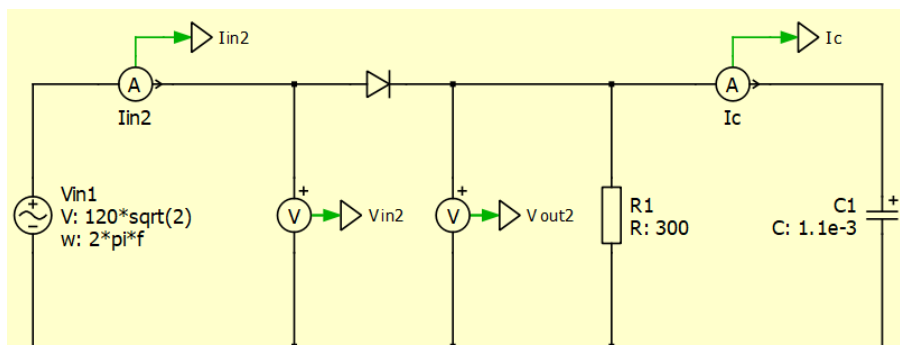

Figura 15 - Circuito elétrico da montagem retificadora monofásica de meia onda (carga RC).
- 16) Adicione um condensador de 1,1 mF em paralelo com a resistência de carga de acordo com a Figura 15. Execute a simulação. Caso existam problemas de convergência adicione uma resistência em série como diodo ou o condensador.